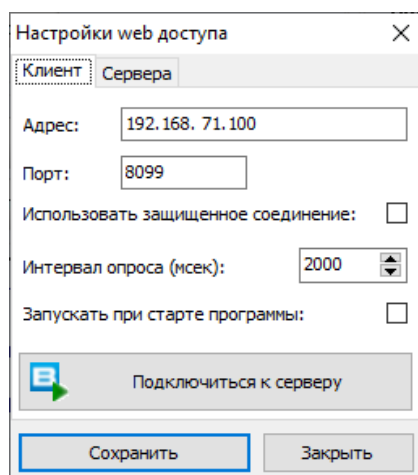
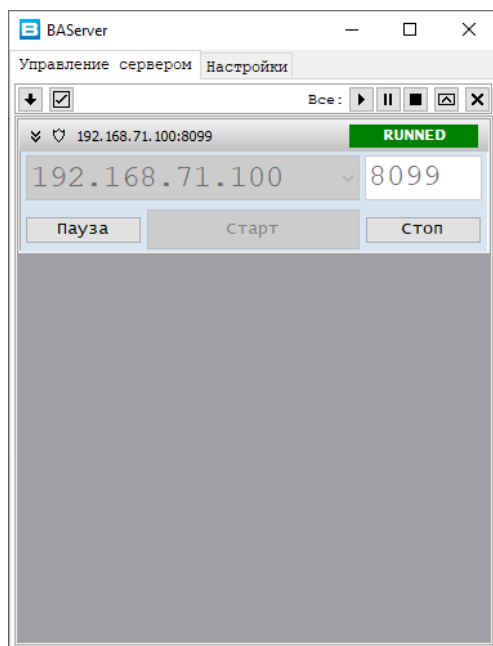

Рис. 14
Рис. 15
- 4 Настроить в программе параметры подключения к Web серверу (BAServer) (рис. 14). Например: IP адрес - локальный IP адрес компьютера, порт - по умолчанию, использовать защищенное соединение - выключено (протокол HTTP).
- 5 Нажать кнопку «Подключиться к серверу» (рис. 14). При успешном запуске Web сервера откроется окно, представленное на рис. 15.